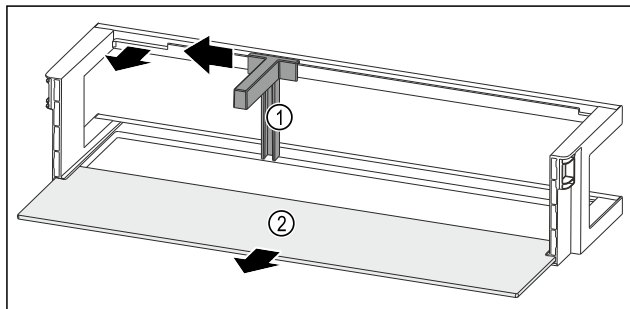

Fig. 231 Rafti i derës me mbajtëse për shishe dhe raft mbajtës
- Shtyni mbajtësen e shisheve Fig. 231 (1) anash deri te foleja.
- Hiqni mbajtësen e shisheve Fig. 231 (1).
- Hiqni raftin mbajtës Fig. 231 (2).